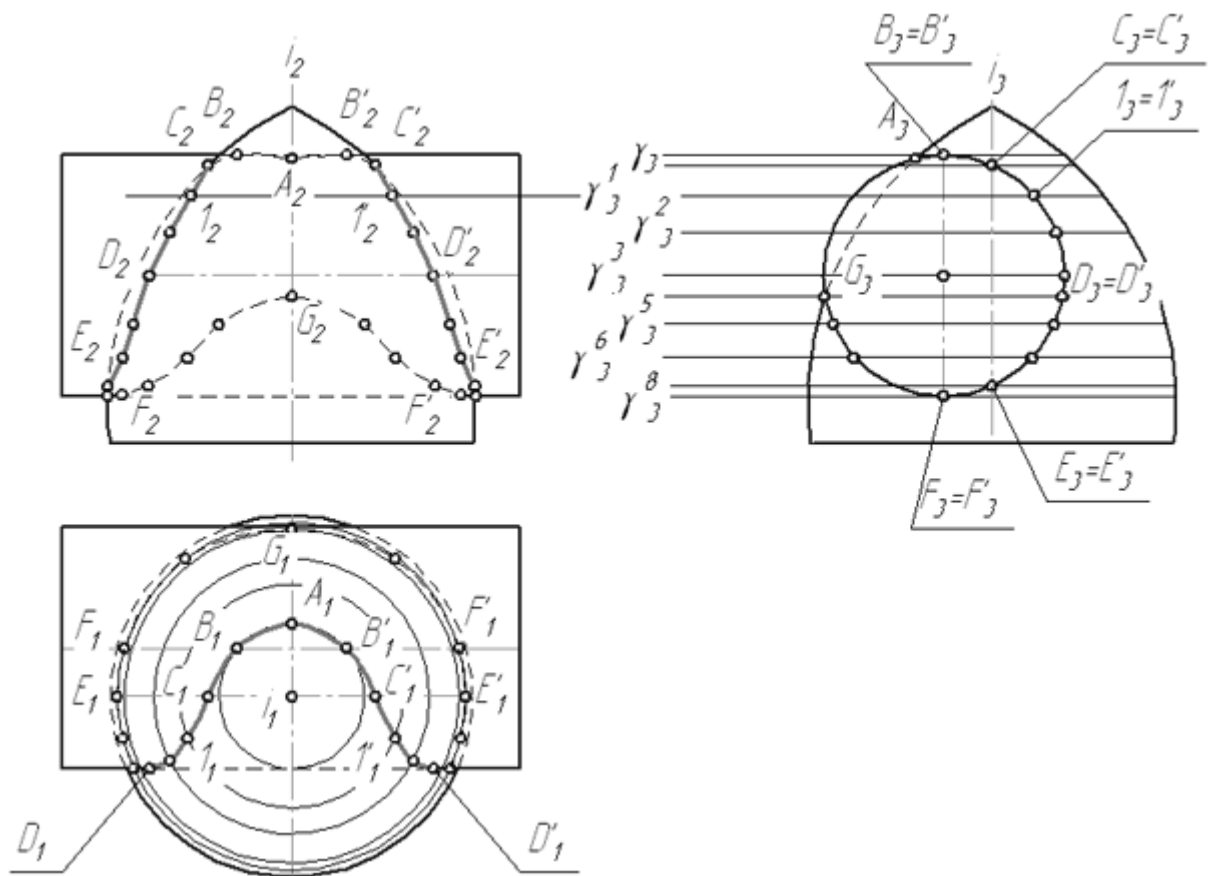
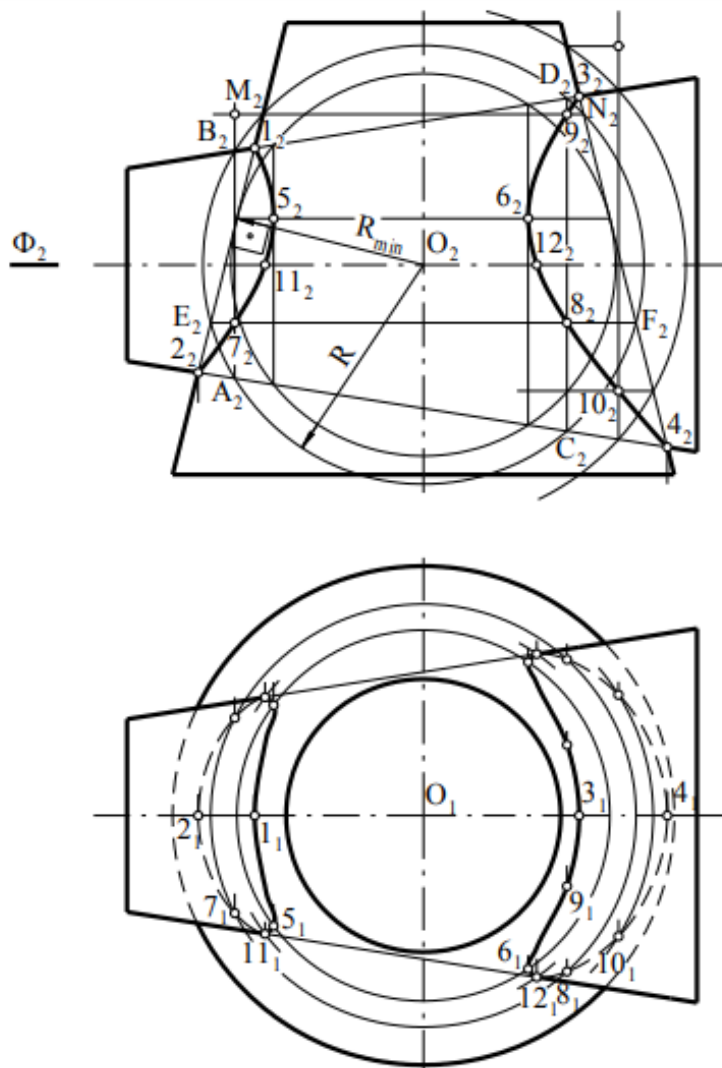

Рисунок 30 – Построение линии пересечения поверхностей методом вспомогательных секущих плоскостей.
Рисунок 31 – Построение линии пересечения поверхностей методом вспомогательных концентрических сфер.
**Задание 31.** Построить линию пресечения поверхностей вращения способом вспомогательных секущих плоскостей (рисунок 30, исходные данные таблица 13) и способом вспомогательных сферических поверхностей (рисунок 31, исходные данные таблица 14). Чертеж выполнить на формате А3
Рассмотрим задачу на построение линии пересечения поверхностей прямого кругового цилиндра и закрытого тора (рисунок 30).